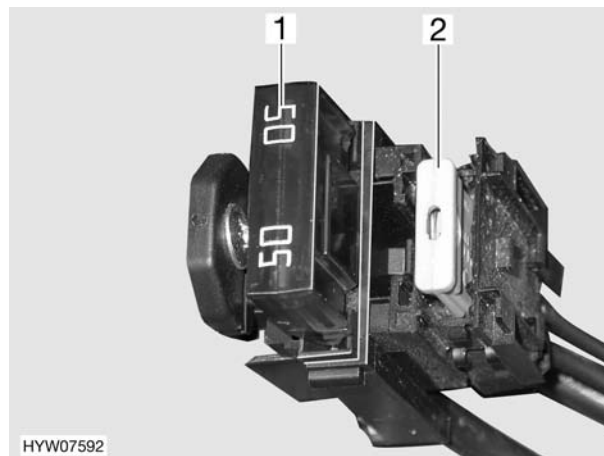

Fig. 133 Fusibili nella batteria dell'abitacolo
- Tipo di fusibile (Fig. 133,1):
- Tipo di fusibile (Fig. 133,2):